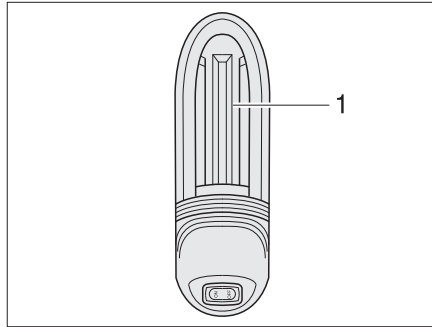

Fig. 380 Lámpara de garaje
- Empujar la tapa de la lámpara (Fig. 380,1) ligeramente hacia arriba y retirarla.